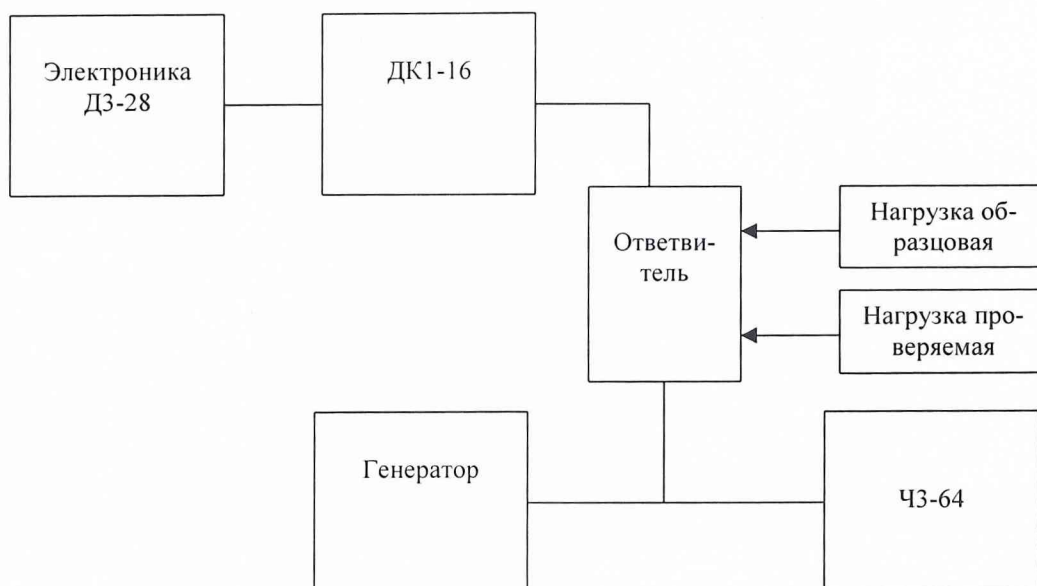

Рис.1.
8.3.1.1. Собрать схему согласно рис.1.
8.3.2.1. Собрать схему согласно рис.1.